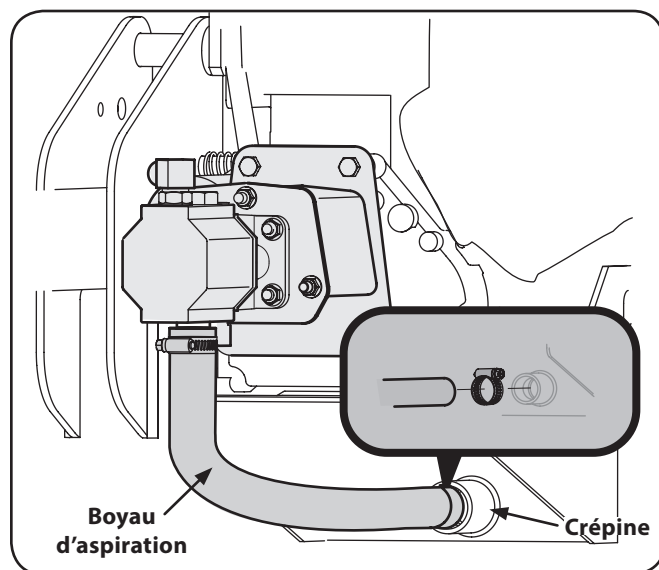
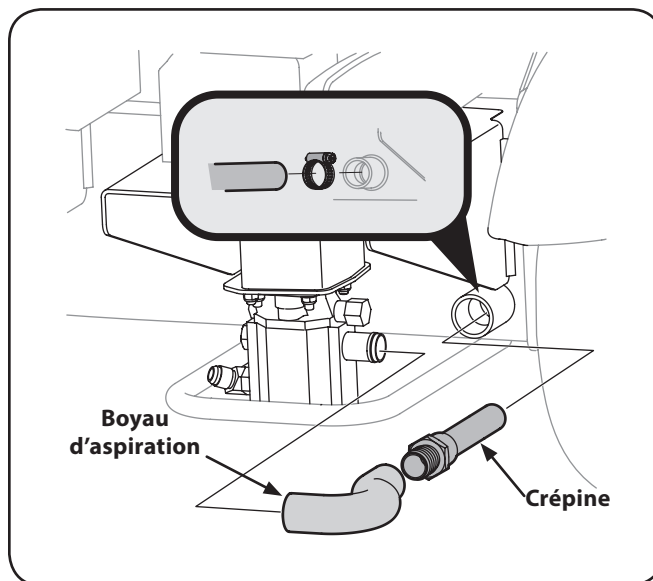

Figure 6-1
Figure 6-2
2. Si votre fendeuse à bûches est équipée d'un moteur à arbre horizontal, consultez la Figure 6-1 lorsque vous changez le liquide hydraulique.
3. Si votre fendeuse à bûches est équipée d'un moteur à arbre vertical, consultez la Figure 6-2 lorsque vous changez le liquide hydraulique.
4. Débranchez le boyau d'aspiration du fond du réservoir. Pour les moteurs à arbre horizontal, consultez la Figure 6-1; pour les moteurs à arbre vertical, consultez la Figure 6-2.